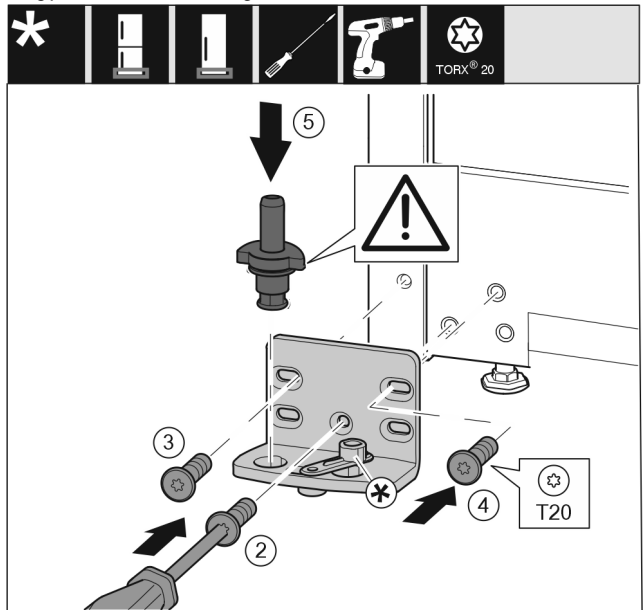

Fig. 36
- ▶ Helyezze fel a csapágybakot a másik oldalra, és húzza meg T20 csavarhúzóval. Alul középen a 2 számmal jelölt csavarral kezdjen. Fig. 36 (2)
- ▶ Húzza meg a 3 és 4 számmal jelölt csavart. Fig. 36 (3,4)
- ▶ Helyezze be teljesen a csapszeget. Közben ügyeljen arra, hogy a bekattanó bütyök hátrafelé mutasson. Fig. 36 (5)
- ▶ Helyezze fel a csapágybakot a másik oldalra, és húzza meg T20 csavarhúzóval. Alul középen a 2 számmal jelölt csavarral kezdjen. (2)
- ▶ Fordítsa el 180°-kal a záráscsillapítót. Csavarozza fel a T20 csavarhúzóval a csapágybak másik oldalára. (5)
- ▶ Helyezze be teljesen a csapszeget. Közben ügyeljen arra, hogy a bekattanó bütyök hátrafelé mutasson. (6)